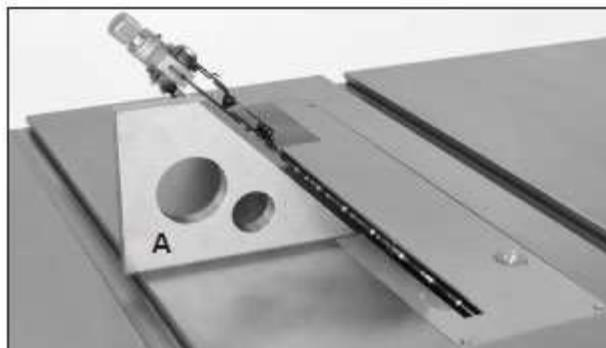

Рис. 20
7. Ослабить фиксатор маховичка угла установки пильного диска и наклонить пильный диск на 45° . С помощью угольника или комбинированного угольника (рис. 20, А) проверить установку под 45° .